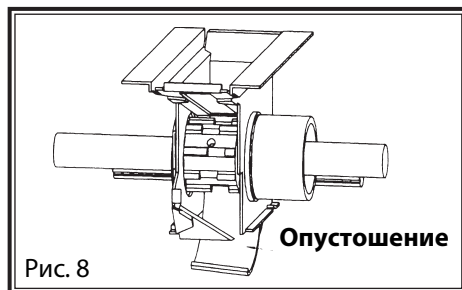

Рис. 8
- Она опустошает бункер в калибровочной чаше (рис. 8).